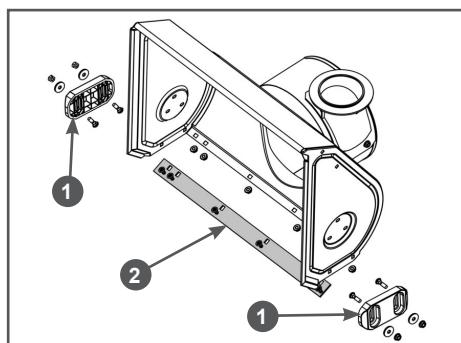

Рис. 32 Обслуживание кожуха шнеков
1. Открутите гайки крепления полозков 1 (Рис. 32) и снимите полозки с кожуха шнеков.
2. Установите новые полозки и закрепите их четырьмя болтами и гайками (Рис. 32). Перед окончательной затяжкой гаек отрегулируйте высоту засыпки снега.
Для наглядности на Рис. 32 кожух шнеков показан без шнеков, редуктора и валов.
1. Открутите гайки крепления и снимите нижнюю накладку 2 с кожуха шнеков (Рис. 32).
2. Установите новую нижнюю накладку и закрепите ее болтами и гайками (Рис. 32).